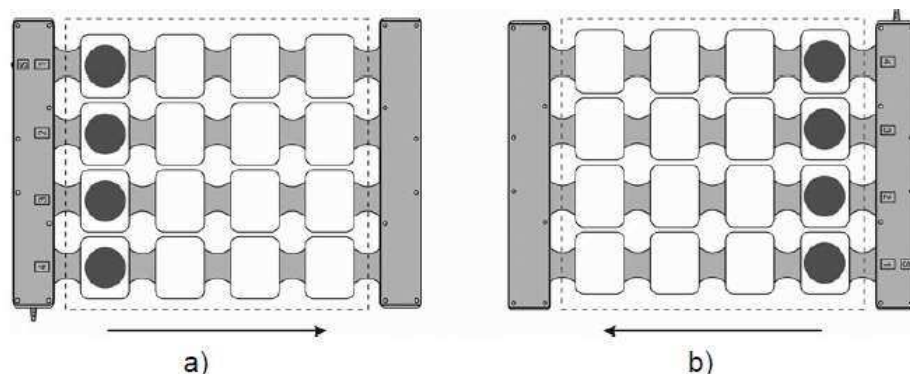

Fig. 19. Mergând pe verticală, polaritatea câmpului magnetic de pe partea îndreptată spre tine este sud (marcaj de polaritate – S):
- 2) „funcționare verticală” (Fig. 18, Fig. 19) excitarea simultană a acelorași inductori în toate liniile cu excitarea unidirecțională ulterioară a inductoarelor adiacente conform unei legi ciclice, ciclul pentru acest tip de baleiaj este de patru „pași” de excitarea inductoarelor adiacente (în funcție de numărul de inductori din riglă);